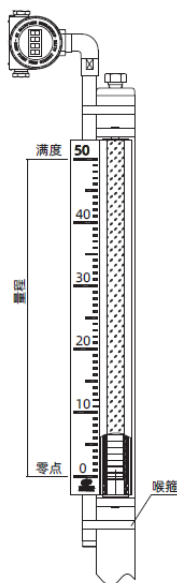

图 5 安装操作
6.2 安装操作过程-图 5
6.2.1 安装远传装置时，如图 5 将远传装置的零点满度（出厂已标记）与测量管上的就地指示器的 0 刻度满刻度一一对应后，用喉箍固定即可。